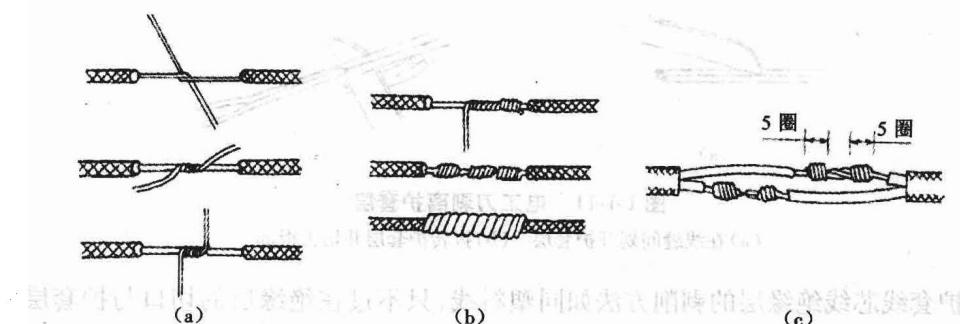

图 1-1-12 单股铜芯导线的直线连接
①单股芯线的直线连接方法:先将两线端X形相交,互相绞合2~3圈,然后扳直两线端,再将细线圈在线芯上紧贴并绕5~6圈,最后剪去余线并钳平切口毛刺,如图1-1-12所示。